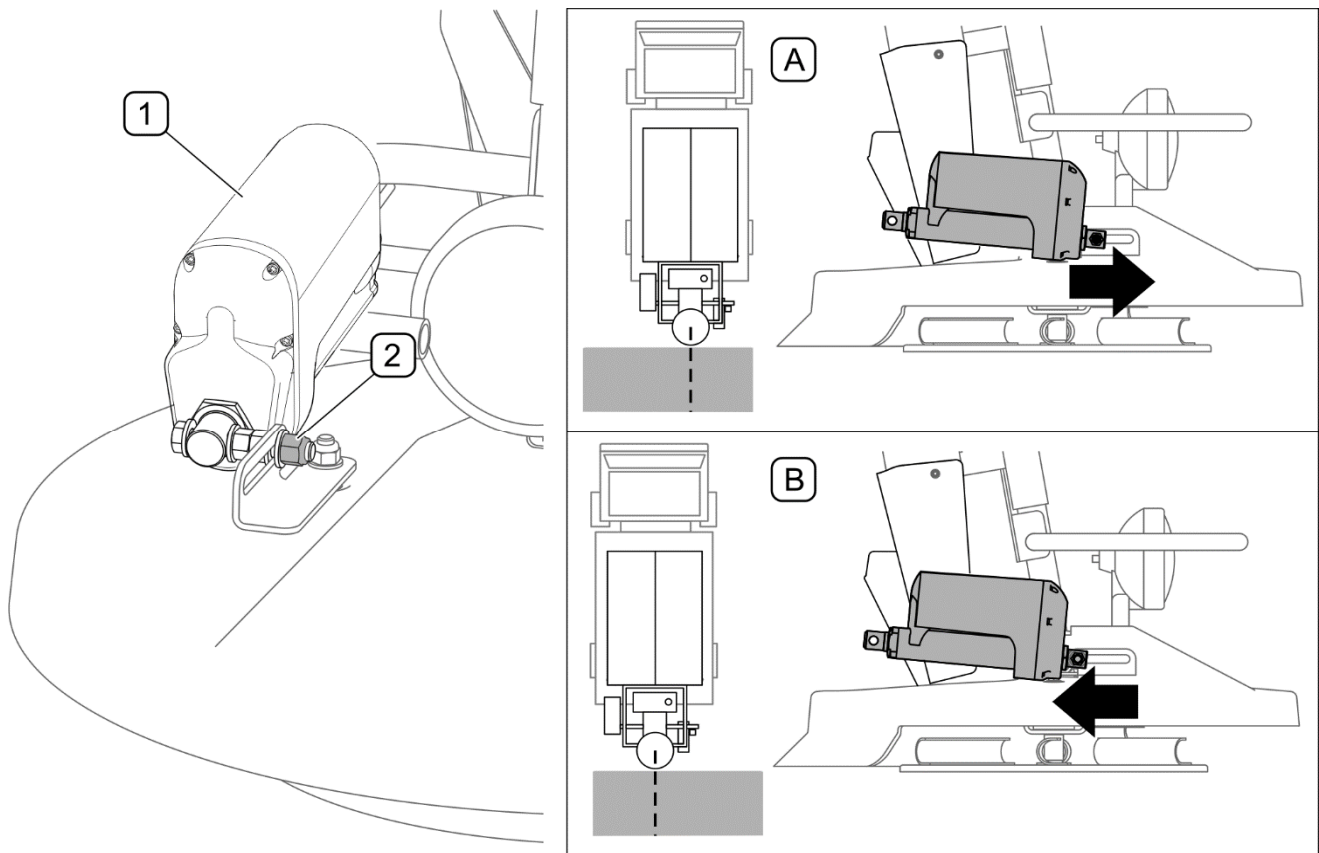

РИСУНОК 5.9 Регулировка разбрасывающего механизма
Приступая к регулировке разбрасывающего механизма, необходимо установить на пульте управления симметричный разброс на ширину 4 м. Включить разбрасывание и проехать небольшой отрезок с постоянной скоростью. Остановить транспортное средство и проверить результат разбрасывания. Если разброс с левой и с правой стороны неодинаковый, то необходимо отрегулировать привод (1) направления разбрасывания (РИСУНОК 5.9) следующим способом:
- Ослабить гайку (2).
- Передвинуть привод (1) вперед, если разброс слишком смещен влево (А).
- Передвинуть привод (1) назад, если разброс слишком смещен вправо (В).
- Затянуть гайку (2), выполнить пробное разбрасывание и в случае необходимости повторить регулировку.